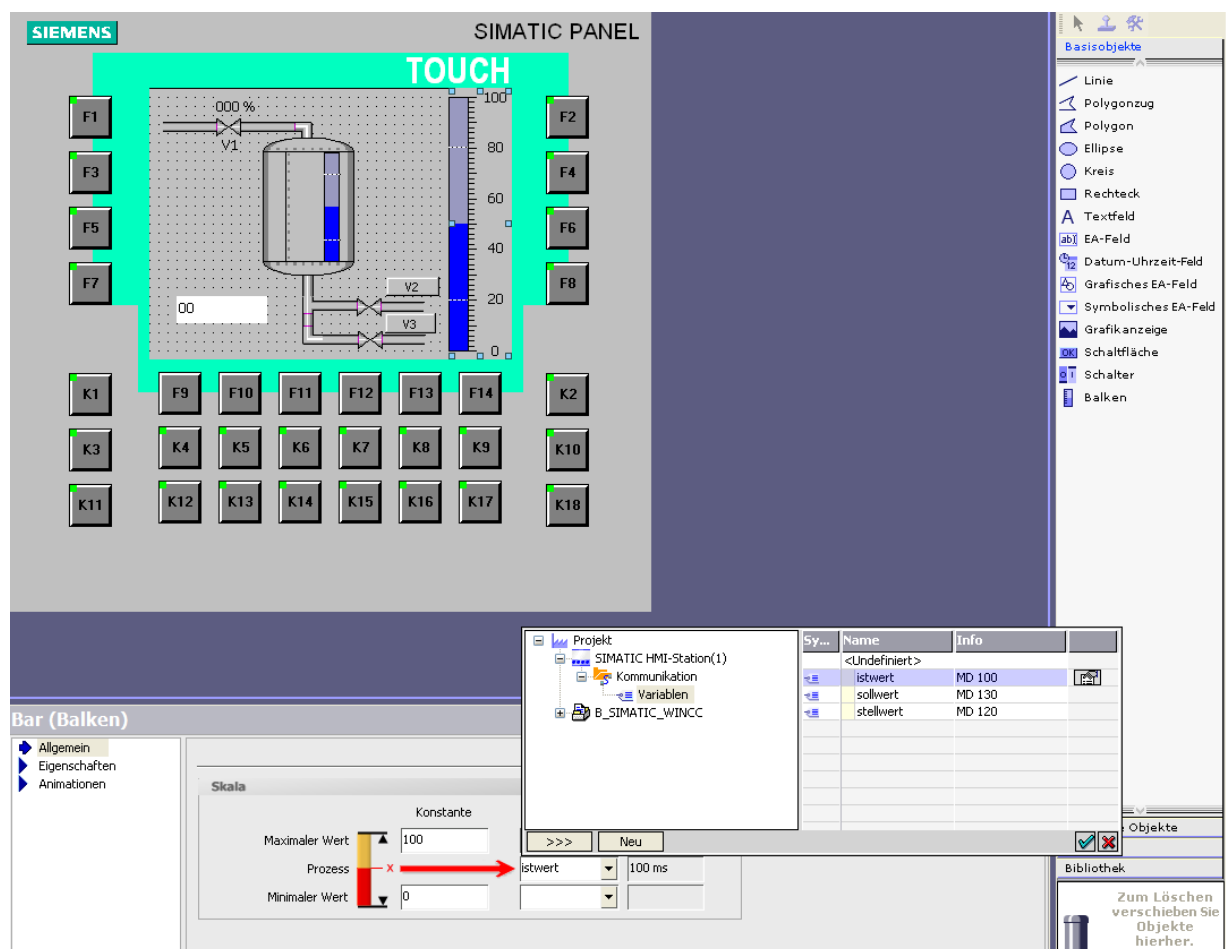

Рисунок 4.15 – Вибір змінних для процесу
2) Для максимального та мінімального ви можете обрати константу, див. Рис. 4.15.